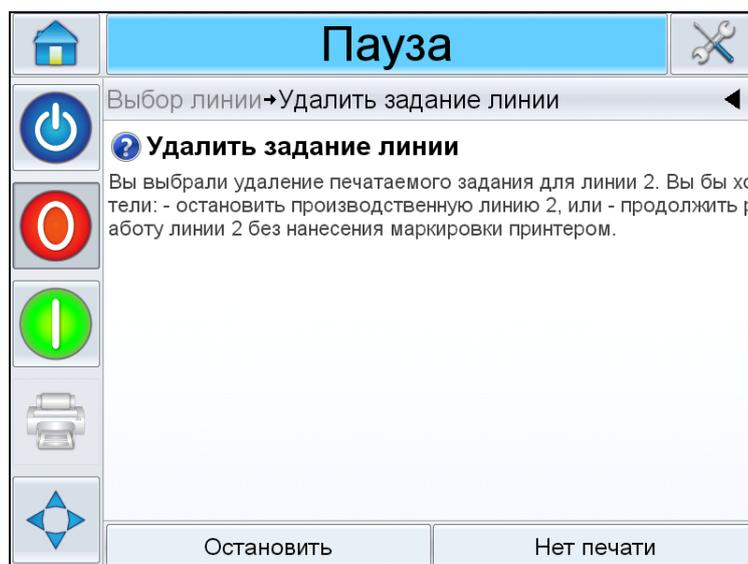

Рис. 6-19: Страница «Удалить задание линии»
- б. Откроется страница *Удалить задание линии*, на которой доступны следующие установки (см. Рис. 6-19):